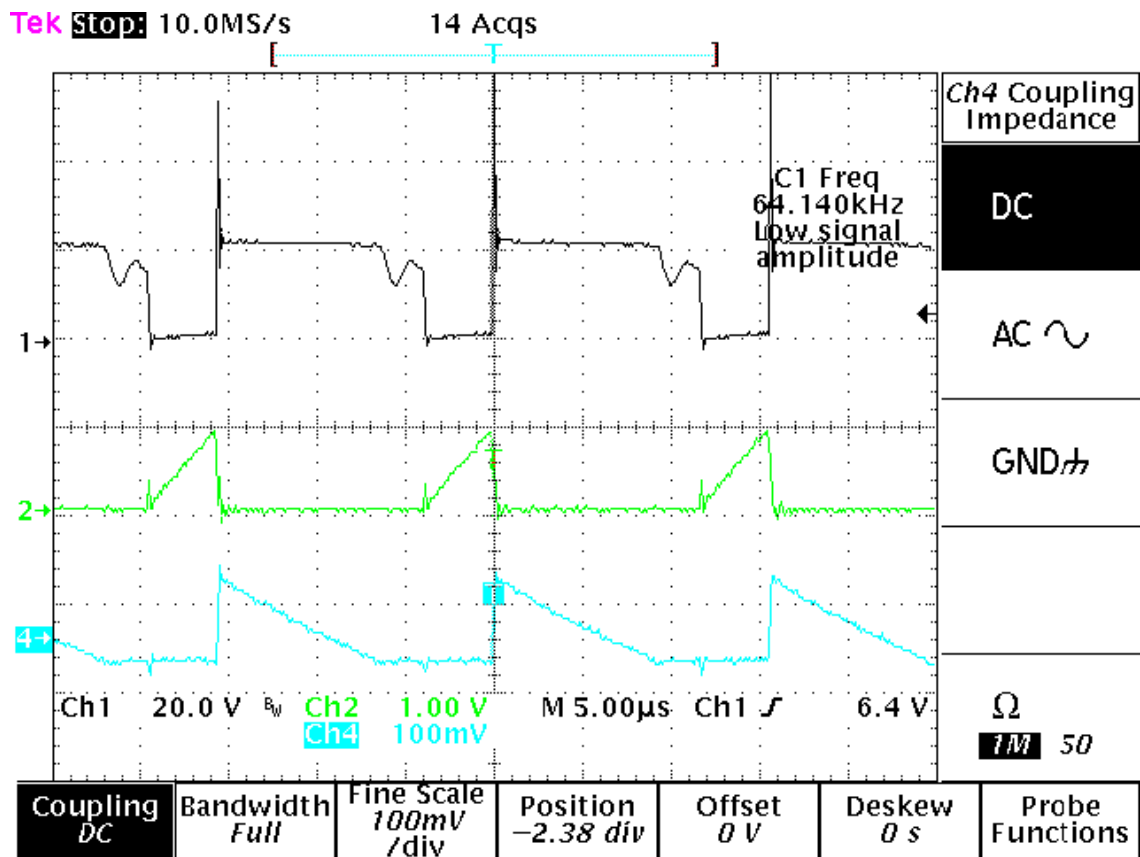

Bild 2.2: Spannungs- und Stromverläufe im Sperrwandler
Bild 2.2 auf der nächsten Seite zeigt die typischen Spannungs- und Stromverläufe. Kanal 1 ist die Drainspannung des Leistungsschalters, Kanal 2 der Primärstrom und Kanal 4 der Diodenstrom. Die Vorteile eines Sperrwandlers sind:
- die Streuinduktivität des Wandlertrafos muß sehr gering sein, sonst treten am Drain des Leistungsschalters hohe Spannungsspitzen auf, siehe Bild 2.2!